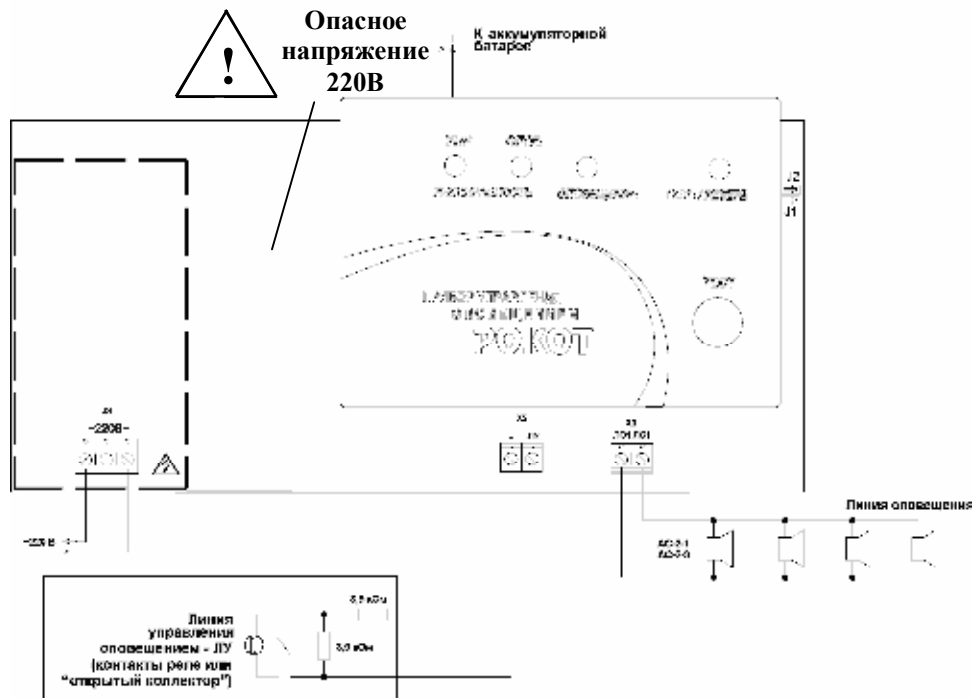

Рис. 1 Схема подключения прибора «Рокот»
Уровень звукового давления на расстоянии 1 м от «АС-2-1» («АС-2-3»), подключенной в соответствии с рис.1, не менее	82 дБ
Схема подключения к прибору ЛО и АС приведена на рис. 1 раздела 10.
Переключки, позволяющие выбрать тактики использования линий управления и оповещения, установлены на печатной плате прибора (см. рис.1) и доступны после вскрытия его корпуса.
- К клеммам «220В» платы прибора подсоедините кабель сетевого питания (см. рис.1). Подключите прибор к сети ~220 В 50 Гц. Индикатор «Сеть/Резерв» должен загореться зеленым цветом.